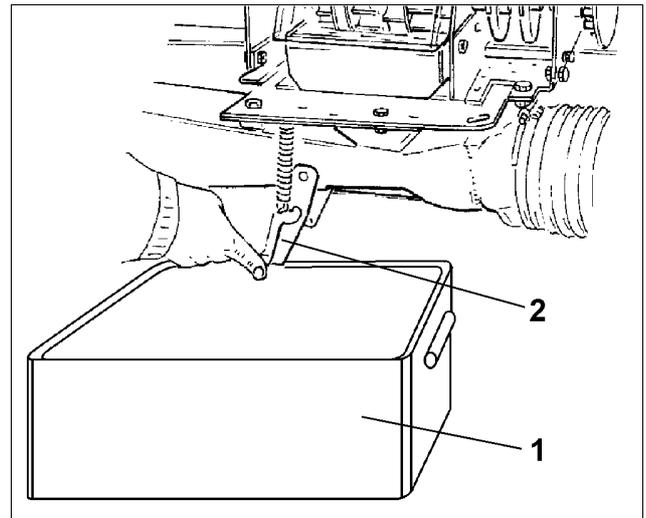

Fig. 67
- Stellen Sie unter jede Dosiereinheit (1 oder 2) einen Auffangbehälter (Fig. 67/1) und öffnen Sie an jeder Dosiereinheit die Injektorschleusenklappe (Fig. 67/2).
- Mit der Abdrehkurbel das Spornrad so lange drehen, bis sich alle Kammern des (der) Särades (Säräder) gefüllt haben und ein gleichmäßiger Saatgutstrom in den (die) Auffangbehälter (Fig. 67/1) fließt.
- Injektorschleusenklappe (Fig. 67/2) schließen.